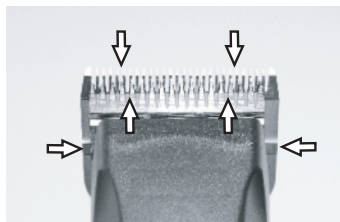

Fig. 24
För att uppnå ett bra klippresultat och för att öka klippers och klipphuvudets livslängd måste du lägga på en tunn oljefilm mellan över- och underskåret (Fig. 24).
- ▶ Smörj skären tillräckligt mycket under klippningen (minst var femtonde minut), så att de inte torkar (Fig. 24).
Skären måste smörjas före, under och efter varje användning. När klippers skär lämnar ränder eller går med lägre hastighet är det ett tecken på att det behövs olja. Lägg några droppar olja fram på och tvärs över klippskären (se pilarna i fig. 24). Torka bort överskottsolja med en mjuk, torr trasa. Smörjsprayer innehåller inte tillräckligt mycket olja för att smörjningen ska bli bra, men kyler skären. Byt omedelbart skadade eller slöa skär för att undvika skador.